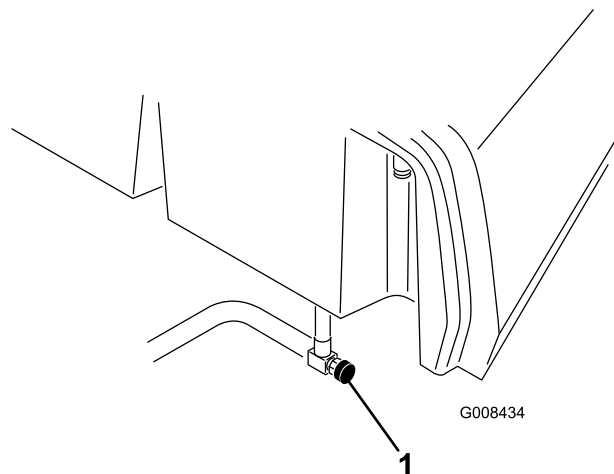

Figura 39
1. Feche a válvula de bloqueio do combustível (Figura 39) por baixo do depósito de combustível.